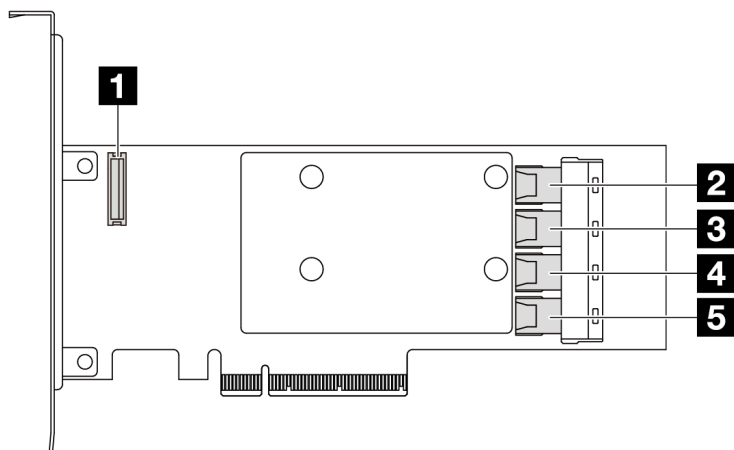

Abbildung 297. Ein Gen 3 16i SFF RAID/HBA-Adapter (vier Anschlüsse)
- Abbildung 297 „Ein Gen 3 16i SFF RAID-Adapter \(vier Anschlüsse\)“ auf Seite 306